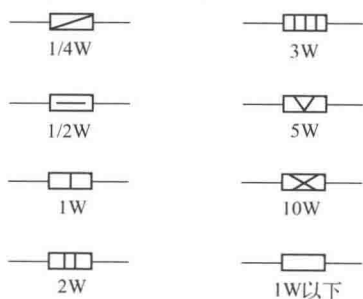

图 1-6 常用电阻额定功率的表示方法
(2) 电阻的额定功率。电阻在正常工作时允许消耗的最大功率叫作电阻的额定功率。电阻的额定功率与它所用的材料和体积有关。一般来说，线绕电阻的额定功率较大，体积大的电阻的额定功率也较大。在使用过程中电阻实际消耗的功率超过其额定功率，就会使电阻的温度升高而引起阻值的变化，严重时可使电阻烧毁。为了保证安全可靠，通常所用电阻的额定功率应比实际消耗的功率大 $100\% \sim 200\%$ ，电阻额定功率的标称值有 $1/8\text{W}$ 、 $1/4\text{W}$ 、 $1/2\text{W}$ 、 1W 、 2W 、 5W 和 10W 等。常用电阻额定功率的表示方法如图 1-6 所示。